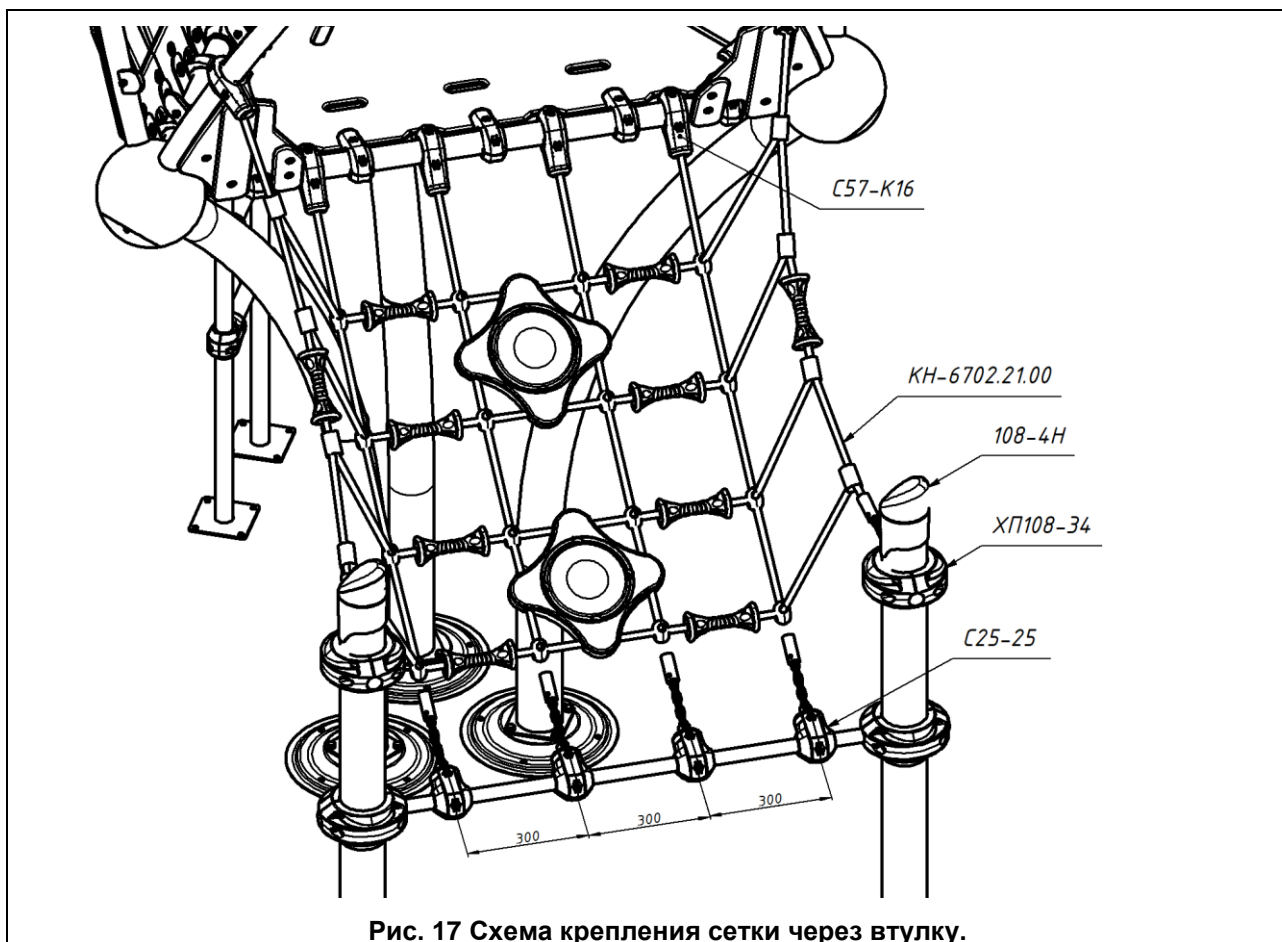

Рис. 17 Схема крепления сетки через втулку.
24.12. Сетку установить согласно (Рис. 17)